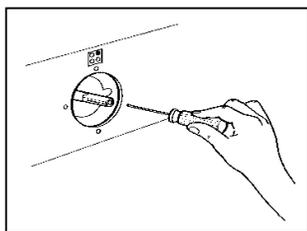
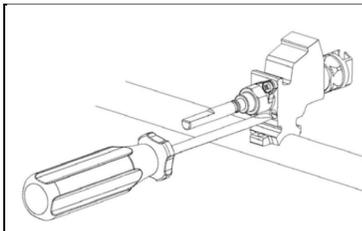

Fig 5
Fig 6
3. Se la cucina non è dotata di valvole di sicurezza sui bruciatori del piano inserire un piccolo cacciavite a lama nel foro dell'astina del rubinetto (**Fig.5**) e ruotare a destra o a sinistra la vite di strozzamento finché la fiamma del bruciatore sia regolata convenientemente al minimo; se la cucina è dotata di valvole di sicurezza la vite di strozzamento non è situata nel foro dell'astina, ma sul corpo del rubinetto (**Fig.6** ).